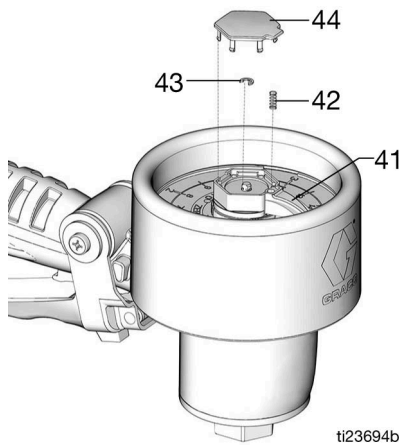

FIG. 14
2. Déposer le couvercle (44), le petit anneau de retenue (43), la goupille de l'indicateur (41) et le ressort de l'indicateur (42) (FIG. 14).